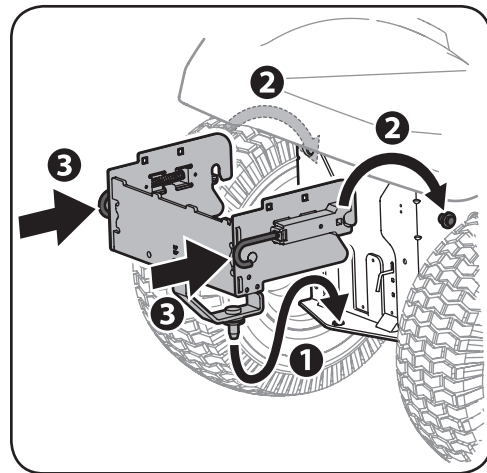

Figure 2-5
3. Deslice la chaveta ubicada en la parte inferior de la unidad de la ménsula de soporte hacia el interior del adaptador de enganche ubicado en la parte trasera del chasis de la cortadora de césped inclinándola levemente. Consulte 1 en la Figure 2-5.
4. Mueva la unidad de la ménsula de enganche hacia adelante sobre los pernos con reborde ubicados en los laterales del chasis de la cortadora de césped. Consulte 2 en la Figure 2-5.
5. Libere las chavetas en J ubicadas en la parte trasera de la unidad de la ménsula. Consulte 3 en la Figure 2-5.